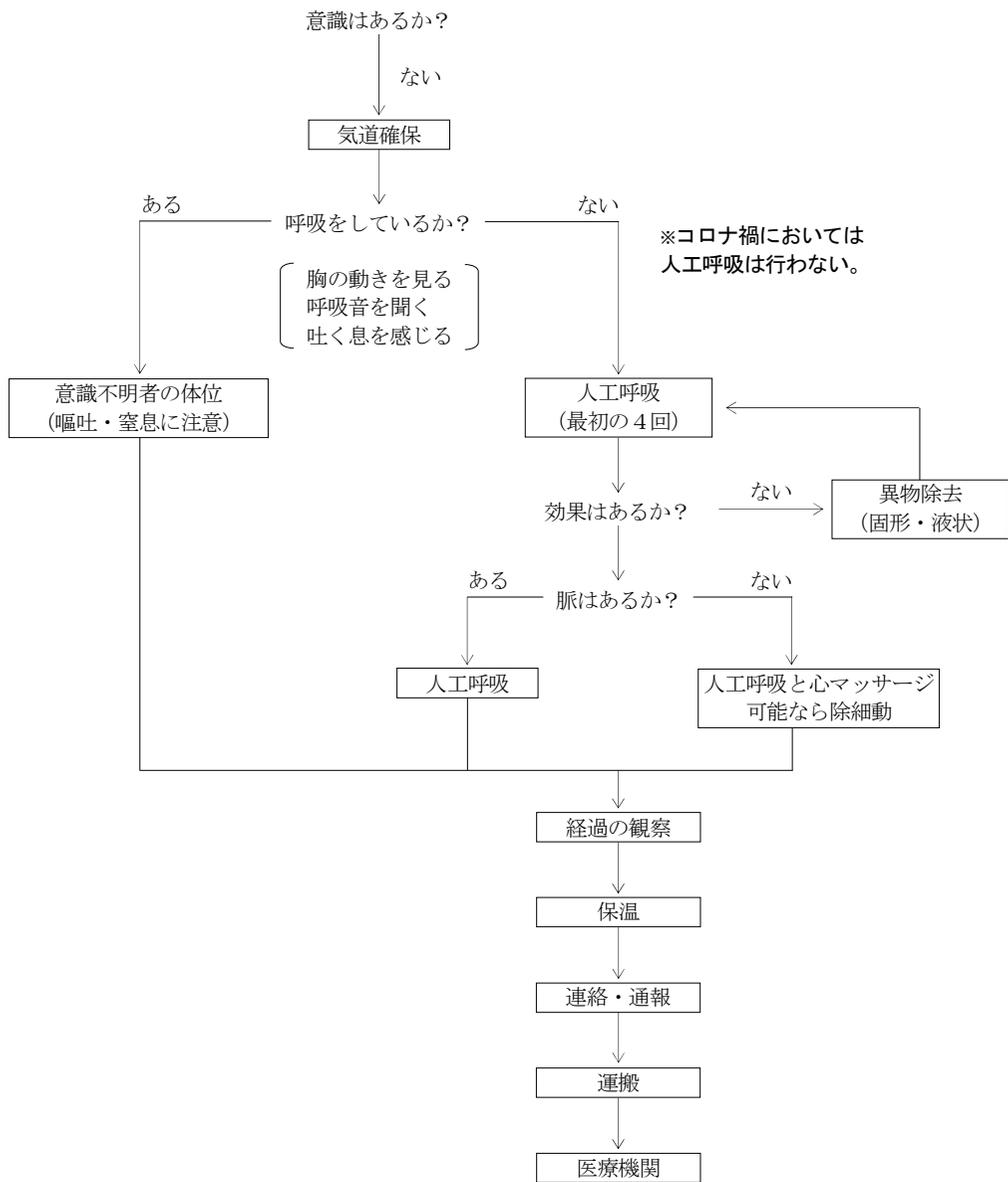

図 2-10 意識障害の患者に対する手当の順序
- ① 呼吸・循環サイン両者がいない場合：人工呼吸と心臓マッサージ
- ② 頸動脈の拍動が触れるが呼吸がない場合：人工呼吸
- ③ 意識はないが、呼吸が回復し頸動脈の拍動が触れる場合：回復体位に置いて観察
(5) 意識障害者に対する手当の順序を図 2-10 に示す